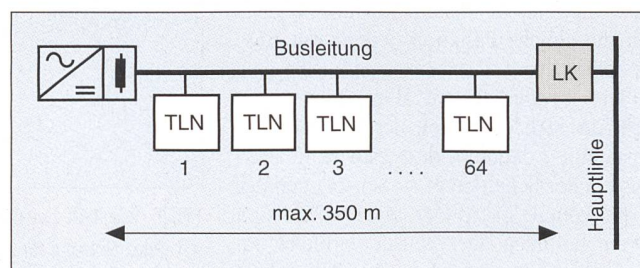

Bild 7 Die Linie als kleinste Systemeinheit
Die Linie ist die kleinste Systemeinheit (Bild 7). Sie besteht aus einer Speisung, maximal 64 Busteilnehmern (TLN; Sensoren und Aktoren) und einem Linienkoppler (LK). Der Linienkoppler sichert die Verbindung zu den anderen Linien. Er lässt nur jene Telegramme passieren, welche über die Hauptlinie zu einer anderen Linie oder einem Bereich gesendet oder von ihnen empfangen werden. Zusätzlich sorgt